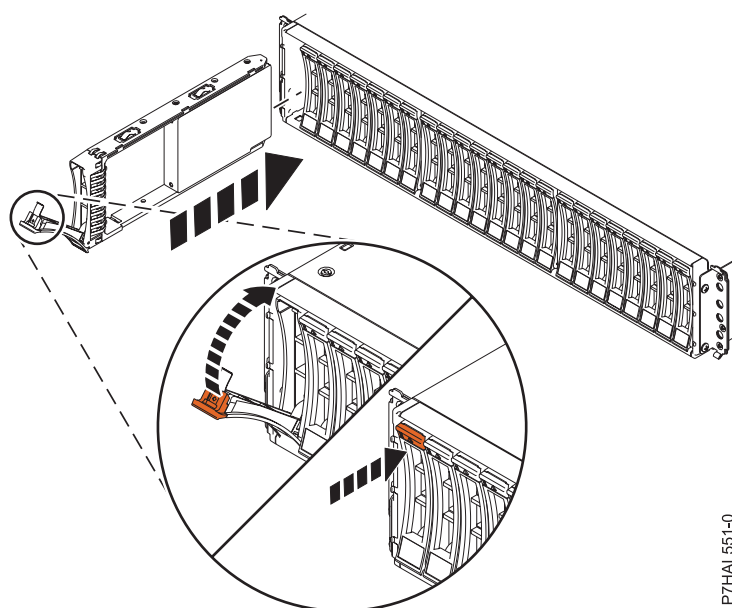

Figure 3. Installation de l'unité de disque dans le boîtier d'unité de disque 5887
1. Avec la poignée en position déverrouillée (voir figure 3, à la page 9) maintenez l'unité par le dessous pour l'aligner avec les rails de guidage dans l'unité d'extension.